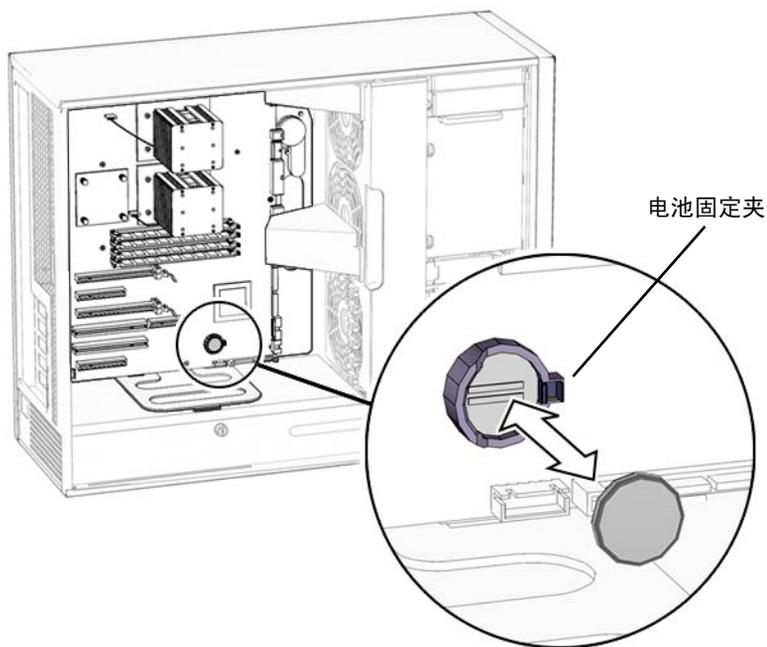

图 5-6 从主板上取下电池
请参阅图 5-6。
1. 找到电池的安装位置，如图 5-6 所示。